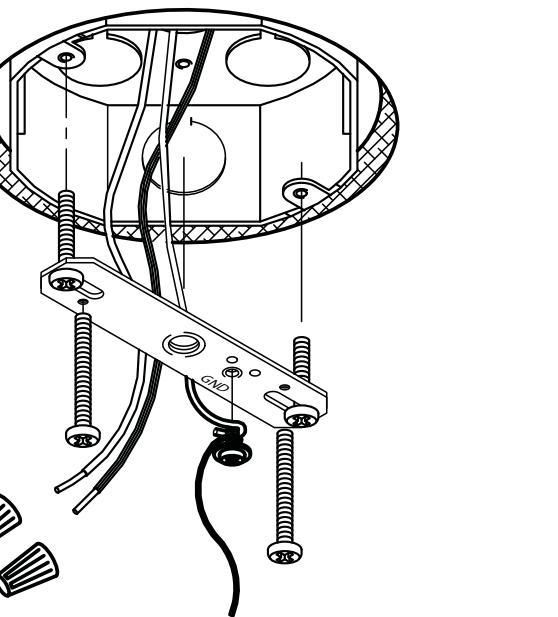

Figure 2
- Visser (2) vis 2 po d'environ 1/4 po dans la traverse. Voir la figure 2.
- Soulever l'appareil vers la boîte de jonction et connecter le fil de terre en cuivre de la boîte de jonction au fil de terre vert de l'appareil en les enroulant sous la tête de la vis de terre verte, puis les fixer à la traverse. Ou utiliser un serre-fils et connecter le fil de terre d'alimentation au fil de terre de l'appareil. (Si l'alimentation ne comporte pas de fil de terre, vérifier les méthodes de mise à la terre requises par votre code d'électricité local). Voir la figure 2.
- Thread two 2" Screws (2) about ¼" into the Crossbar. See Fig 2.
- Ground fixture by lifting Fixture Housing (3) to junction box and connect the bare copper ground wire from the junction box and the green ground wire from the fixture by wrapping them under the head of the green ground screw on the Crossbar. Tighten green ground screw to secure ground wires. Or, use Wirenut (6) to secure fixture ground wire & junction box ground wire together. (If house wiring does not include a ground wire, consult your local electrical code for approved grounding methods). See Fig 2.
- Enrosque (2) tornillos de 2" como ¼" dentro de la barra transversal. Vea Fig. 2
- Para hacer tierra, levante la luminaria hacia la caja de ensambladura y conecte el alambre de cobre de hacer tierra de la caja de ensambladura y el alambre verde de hacer tierra de la luminaria envolviéndolos por debajo de la cabeza del tornillo verde de hacer tierra en la barra transversal. Apriete el tornillo verde para asegurar los alambres o use capuchones de alambres para asegurar y juntar el alambre de hacer tierra de la luminaria con el alambre de hacer tierra de la caja de ensambladura. (Si el cableado de la casa no incluye un alambre de hacer tierra, consulte su código eléctrico local para los métodos de hacer tierra aprobados). Vea Fig. 2.